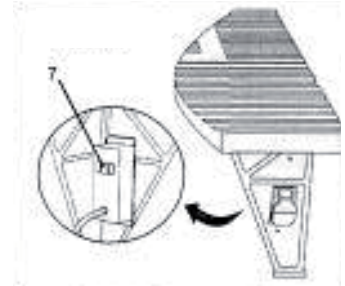

Рис.11
- Закріпіть фрезер 4 гвинтами Philips® з плоскими голівками (6). Перш ніж продовжити складання, переконайтеся, що фрезер надійно закріпленний.
- Вставте шнур живлення фрезера в розетку (7) на задній стінці блоку перемикача. Закріпіть шнур так, щоб він не заважав роботі (рис. 11).